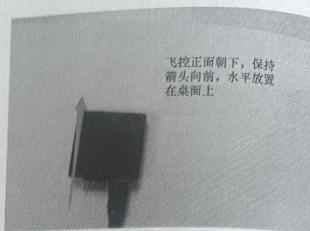

图 5-16 背面向上放置图
⑤ 下一步界面提示“Place vehicle on its BACK and press any key”，将飞控的背面向上水平放在桌面上，保持飞控箭头指向向前，如图 5-16 所示，然后点击“Click When Done”。